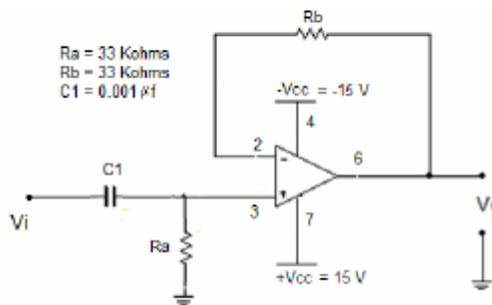

Figura 2. Filtro pasa altas.
- a) Calcular la frecuencia de corte para el circuito de la figura 2